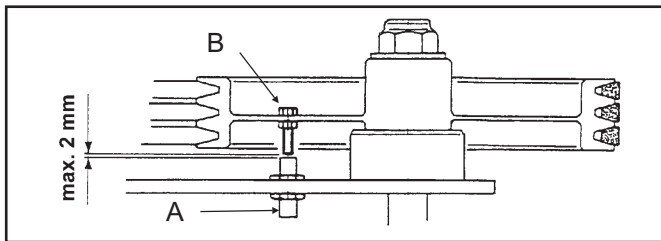

Fig.57 - Abb.57
- Verificare che la distanza fra il sensore (A) posto sulla puleggia di ogni motore e la vite (B) di lettura non sia superiore a 2 mm. (fig.57). Diversamente chiamare il centro assistenza autorizzato per far compiere la regolazione.
- Make sure that the distance between the sensor (A) on the pulley of each motor and the reading screw (B) is no greater than 2 mm (Fig.57). Otherwise, call your authorized service centre to make the adjustment.
- Vérifier que la distance entre le capteur (A) situé sous la poulie de chaque vis (B) et l'index de lecture n'excède pas 2 mm (fig. 57). Dans le cas contraire, faire effectuer le réglage par un technicien du Centre Technique Agréé.
Der Abstand zwischen den auf der Tragschiebe Sensor (A) jedes Motors und die Leseschraube (B) muß immer max. 2cm sein (Abb. 57). Wenn nichts, muß man die zugelassene Kundendienststelle anrufen.
- Verificar que la distancia entre el sensor (A) colocado en la polea de cada motor y el tornillo (B) no sea superior a 2 mm (Fig.57). De no ser así,llamar al Centro de Asistencia autorizado para regular dicha distancia.